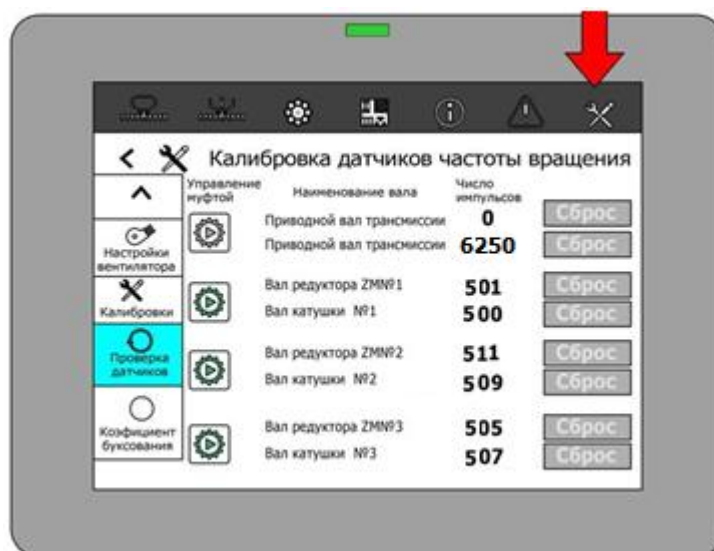

Рисунок 3. Меню монитора для проверки датчиков ходовых колес.
1.4.4. В меню монитора выбрать раздел «Настройки» (🔧), рисунок 3 выбрать вкладку «Проверка датчиков» и произвести сброс значений по всем датчикам.
1.4.11. Оценку качества работы датчиков производить по принадлежности к каждому редуктору (независимо друг от друга), рекомендуется произвести не менее 5 оборотов ходового колеса высевающего аппарата. Т.е. необходимо производить сравнение значения импульсов вала редуктора ZMN⁰³ со значением импульсов Вала катушки №3 – допускаемое значение в подсчёте количества импульсов не должно превышать 2%. На примере 3-го редуктора погрешность (Δ) равна (рисунок 3):
N_{P3} – количество импульсов в подсчёте с вала редуктора №3 (или 1, 2 соответственно), по данным монитора (рисунок 3);
N_{BA3} – количество импульсов в подсчёте с вала высевающего аппарата №3 (или 1, 2 соответственно), по данным монитора (рисунок 3).